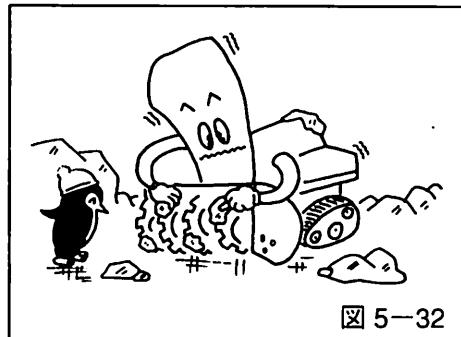

図 5-32
1. オーガケース内とプロワ部分の雪や氷などを丁寧に取り除いてください。(図5-32参照)